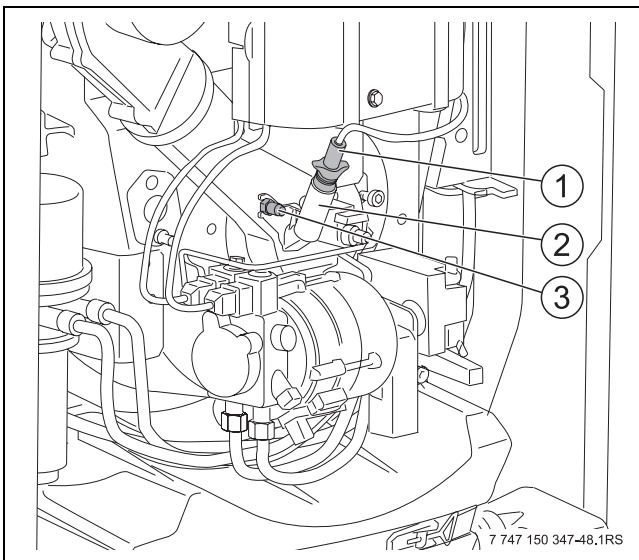

Bild 67 Flammenfühler demontieren
- ▶ Messnippel für statischen Gebläse Druck (→ Bild 67, Seite 67, [3]) abschrauben.